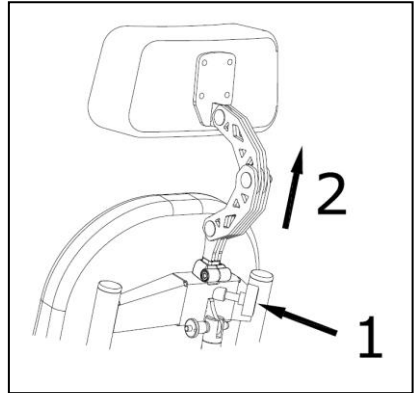

Figure 3.6
**Retrait** (fig. 3.6).
**Remise en place** (fig. 3.6).